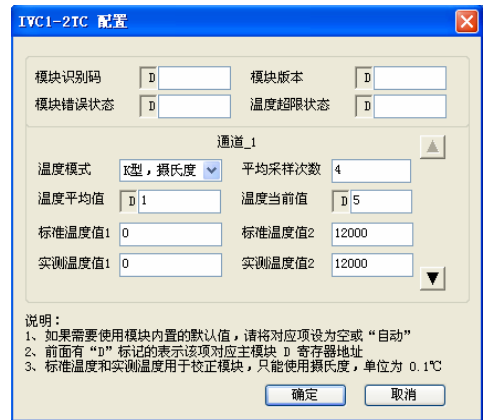
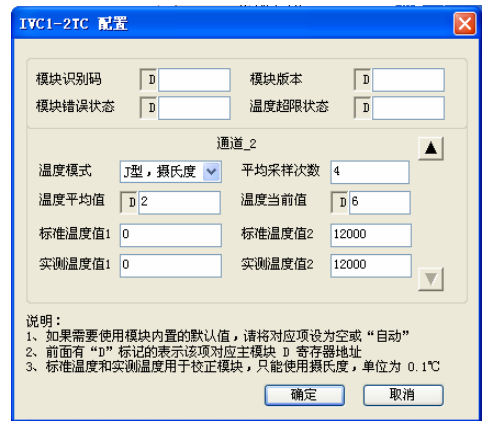

图 4-1 模块第 1 通道设置界面
图 4-2 模块第 2 通道设置界面
IVC1-2TC 与主模块之间通过通讯缓冲区 (BFM) 交换信息。用户设置好后台软件界面后, 主模块会自动将信息写入 IVC1-2TC 的缓冲区, 由此对 IVC1-2TC 的状态进行设置。主模块会自动将 IVC1-2TC 上报的信息显示在后台软件界面上, 见图 4-1~图 4-8。
9. BFM#4094: 模块软件版本信息单元。自动显示在后台软件的 IVC1-2TC 配置界面上的**模块版本**栏，见图 4-1。
输出第 1 通道设置界面如图 4-1，设置完成后，点向下的黑色按钮，继续设置输出第 2 通道，设置界面分别如图 4-1~图 4-2。进一步详细说明参见《IVC 系列小型可编程控制器编程参考手册》。